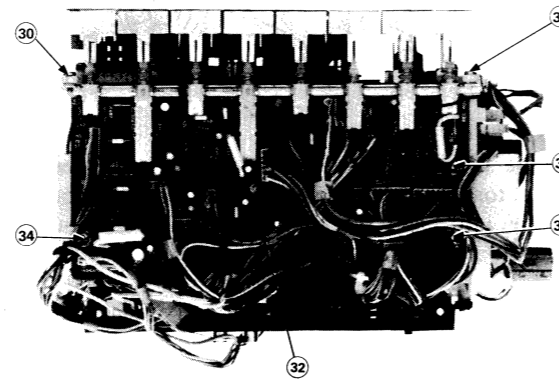

Figure 9-4
- 3) Remove the screws (30) to (35) from the P.W.B., and take it off. See Fig. 9-4.
- 3) Die Schrauben (30) bis (35) von der Leiterplatte abschrauben und die Leiterplatte entfernen. Siehe Abb. 9-4.
- 3) Enlever les vis (30) à (35) de la plaquette de montage imprimé, et retirer celle-ci. Voir la Fig. 9-4.